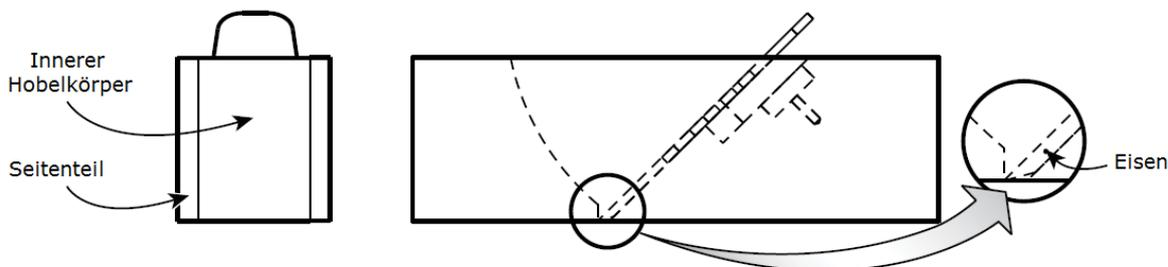

Abbildung 9: Zusammenbau des Hobelkörpers
8. Ordnen Sie die Teile des inneren Hobelkörpers und die Seitenteile so an wie in Abbildung 9 dargestellt. Legen Sie das Eisen mit der Fäse nach unten auf das Bett und positionieren Sie das vordere Stück des Hobelkörpers so, dass es gerade die vordere Kante des Eisens berührt. So erreichen Sie ein enges Hobelmaul.